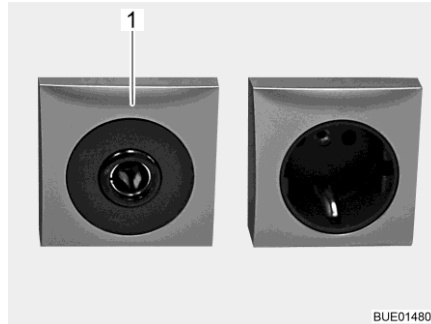

Fig. 201 Presa 12 V/10 A
- ▷ Alle prese (Fig. 201,1) della rete di bordo a 12 V, connettere solo apparecchi funzionanti al massimo a 10 A.